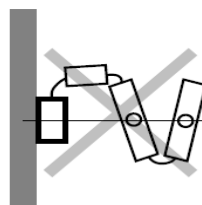
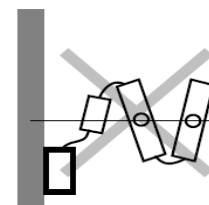

Abb. 3b - falsch
Abb. 3c - falsch
- C. Falsche Anbringung der seitlichen Leiste, die mit einem Band mit der letzten Falttürlamelle verbunden ist (siehe Fehlervermeidung Abb.3b und Abb.3c).